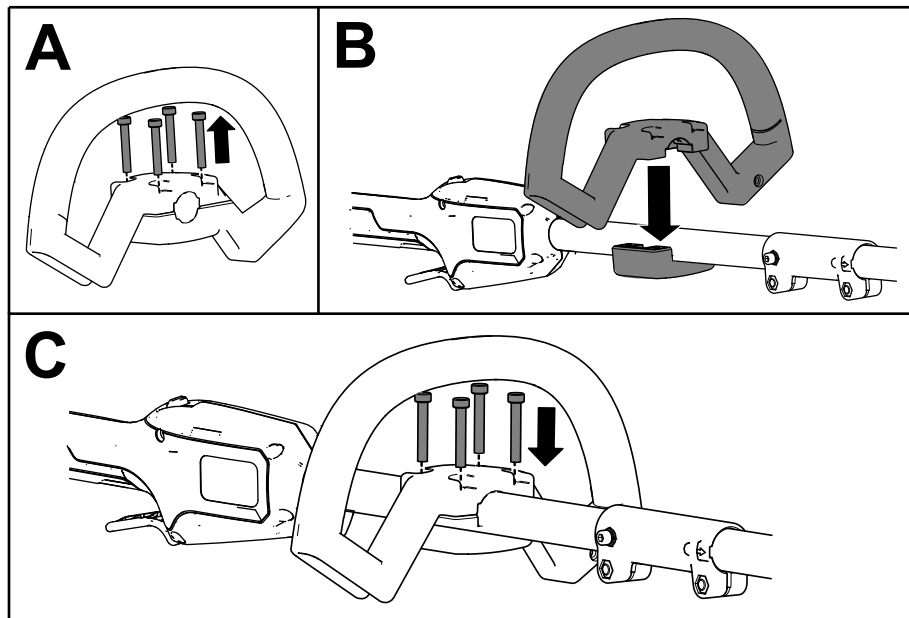

Figura 5
1. Separe la empuñadura auxiliar de la abrazadera retirando los 4 tornillos allen con la llave allen suministrada (Figura 5, A).
2. Alinee la empuñadura auxiliar con la placa de la empuñadura auxiliar en el eje (Figura 5, B).
3. Sujete la empuñadura auxiliar a la placa de la empuñadura con los 4 tornillos allen que retiró anteriormente (Figura 5, C).